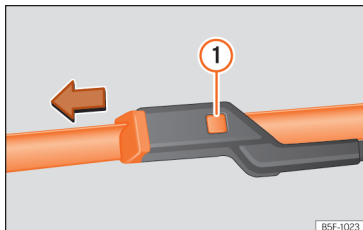

Рис. 161 Заміна щіток переднього склоочисника.
- Натисніть кнопку >>> **рис. 161** ① і легко потягніть щітку в напрямку стрілки.